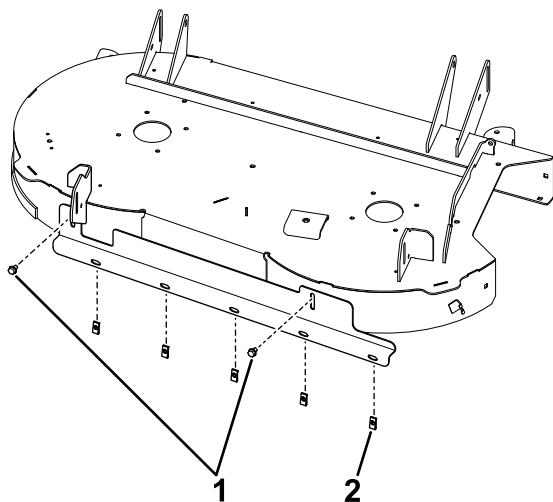

Figura 5
4. Instale el soporte en la carcasa usando 2 pernos autorroscantes (Figura 5).
5. Instale 5 tuercas rápidas en los orificios abiertos del soporte (Figura 5).